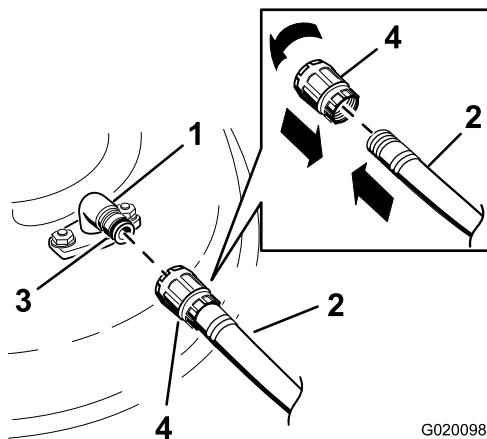

Figure 64
3. Branchez le raccord du tuyau d'arrosage au raccord de lavage de la tondeuse et ouvrez l'eau en grand (Figure 64).